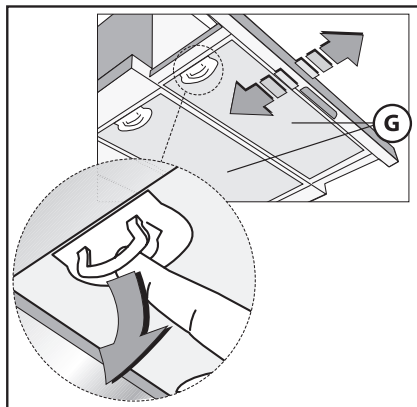
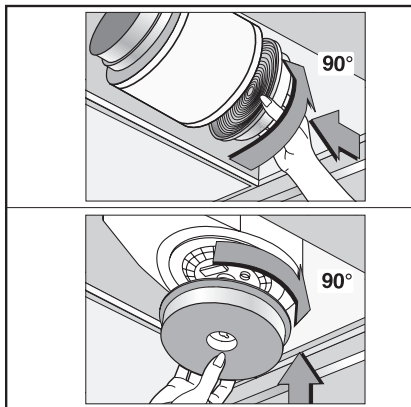

Fig.4
Fig.5
- Distanța minimă dintre suprafețele de susținere pentru vasele de gătit de pe plită și partea cea mai joasă a hotei trebuie să fie de **65 cm**. Dacă se utilizează un burlan de legătură compus din două părți, partea superioară trebuie așezată la exteriorul celei inferioare. Nu conectați evacuarea hotei la aceeași conductă utilizată pentru a circula aerul cald sau pentru a evacua emisiile altor aparate, generate de o sursă neelectrică. Înainte de a trece la operațiunile de asamblare, scoateți filtrul/filtrele anti-grăsime (Fig. 4), pentru ca aparatul să fie mai ușor de manipulat.
Pentru a transforma hota din varianta cu extrakție în cea cu recirculare, trebuie să cereți furnizorului un filtru de carbon activ. Filtrul trebuie montat la grupul extractor al hotei, în centrul grilei de ventilație, prin răsucire la 90 de grade, până când face o priză puternică (Fig. 5). Pentru această operație, scoateți filtrul/filtrele anti-grăsime G (Fig. 4). Aerul curat se reîntoarce în încăperea printr-un tub de legătură care trece prin interiorul corpului suspendat și se conectează la manșonul H (Fig. 3B).